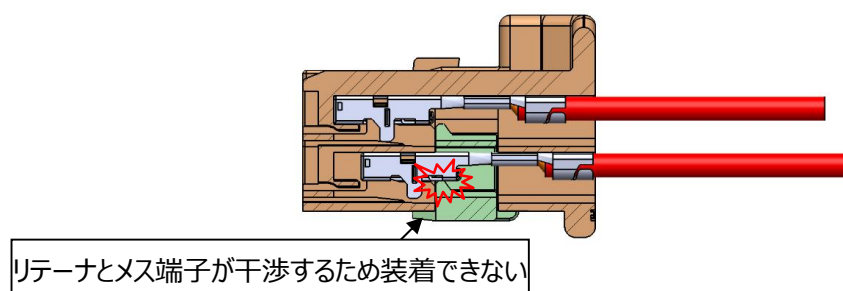

図 29.リテーナ中途挿入状態
- ④図 29 に示すように、メス端子が中途挿入状態である場合、リテーナが装着できません。